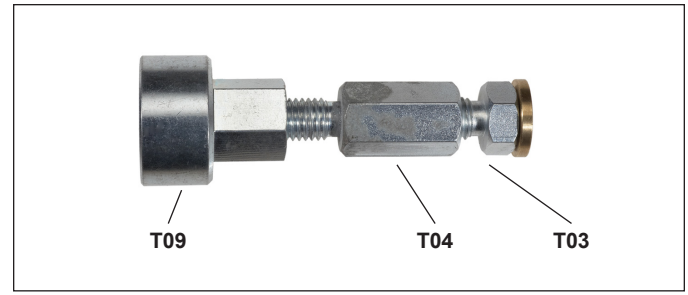
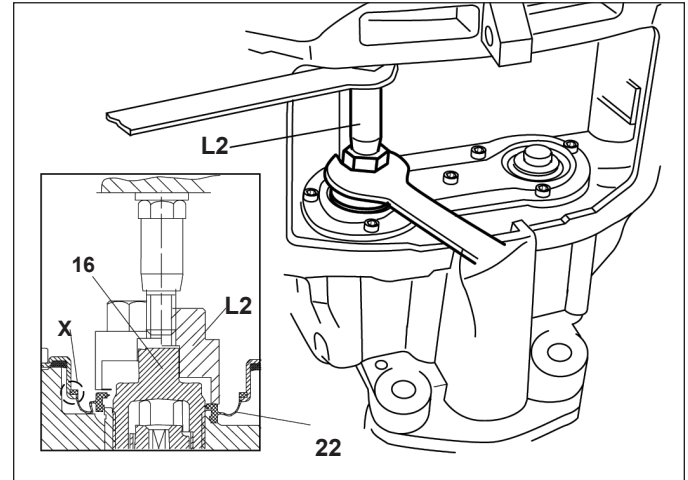

Figure 55 – Outil pour joint interne, étrier hors véhicule (L2)
Figure 56 – Pose du joint interne, étrier hors véhicule
5.5.13 Placer le joint interne de rechange (22) sur le tube fileté (16). Cf. les Figures 55 et 56 des outils utilisés et de leur agencement. Les tubes filetés doivent être rentrés pour pouvoir insérer l'outil. Utiliser l'agencement L2 (T04 + T03 + T09) [longue entretoise (T04)] tel qu'illustré dans la Figure 56. L'outil étant guidé par la tige centrale du tube fileté, sortir un peu celui-ci pour aligner l'outil et la tige centrale. Poser le joint interne neuf (22) en tournant l'écrou de réglage (partie T04 de l'outil) avec une clé à fourche.